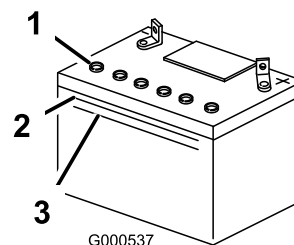

Figura 40
1. Examine a parte lateral da bateria. O eletrólito tem de estar ao nível da linha **superior** (Figura 40). Não deixe que o nível de eletrólito desça abaixo da linha Inferior (Figura 40).
3. Retire as tampas de ventilação da bateria (Figura 40).
4. Encha devagar cada célula da bateria com água destilada até que o nível de eletrólito atinja o nível da linha Superior (Figura 40) na caixa da bateria.
5. Aguarde cerca de 5 a 10 minutos após encher as células da bateria. Adicione água destilada, se necessário, até que o nível de eletrólito atinja a linha Superior(Figura 40) na caixa da bateria.